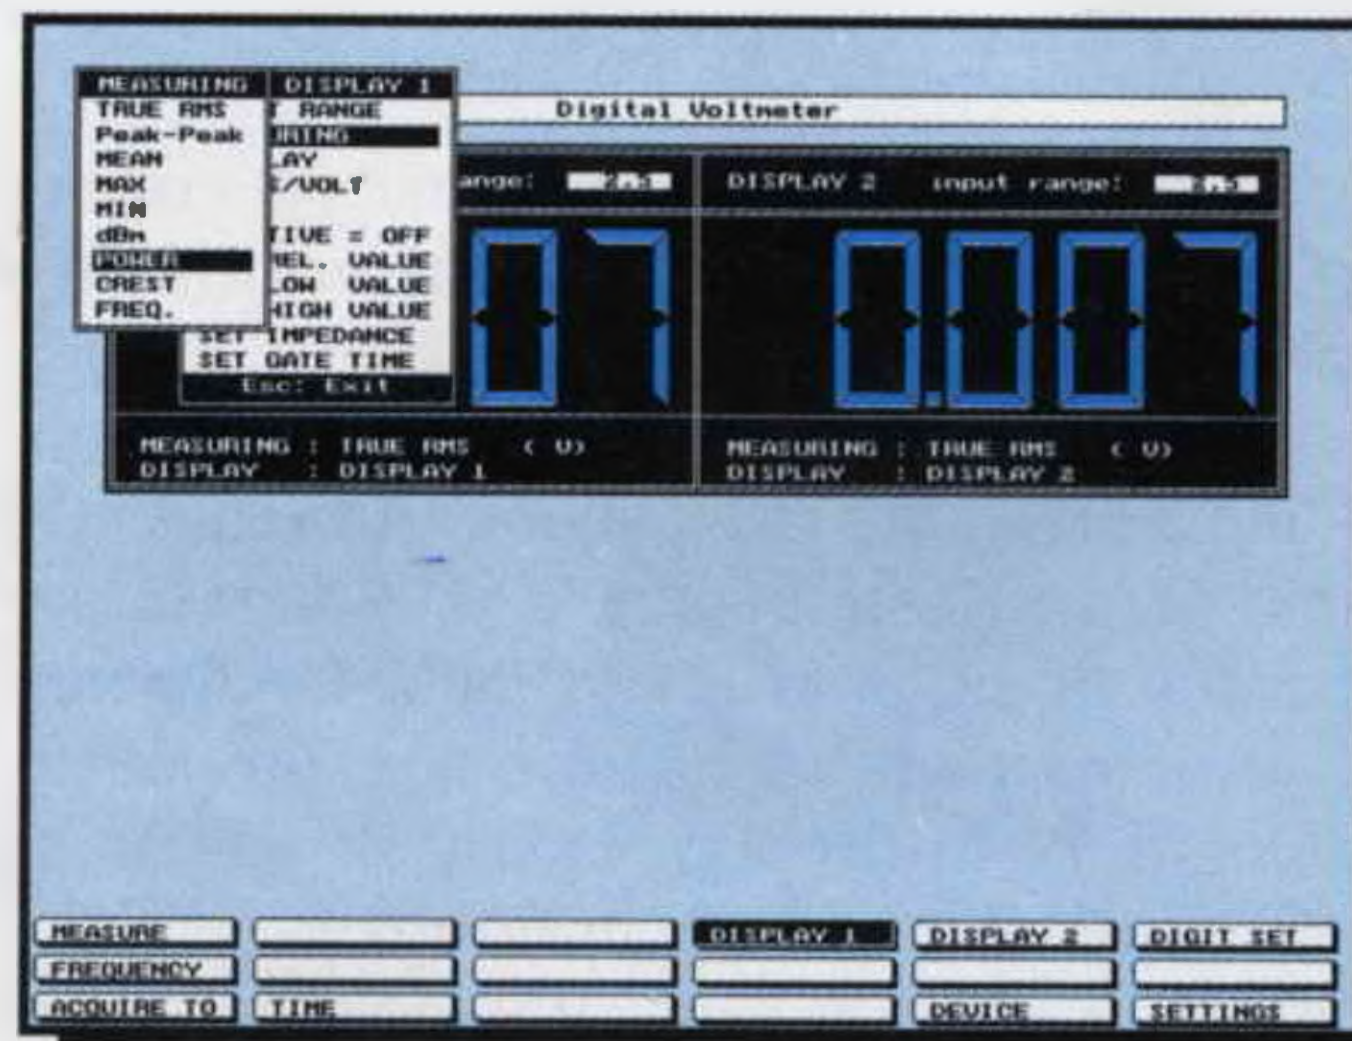

Fig.22 Se volete leggere a quanti watt corrisponde una tensione applicata ad un carico, dovete andare sulla riga **Power** poi pigiare il tasto **Enter**.
– Nella finestra che appare (vedi fig.22) andiamo nella riga con la scritta **POWER** e pigiamo Enter.